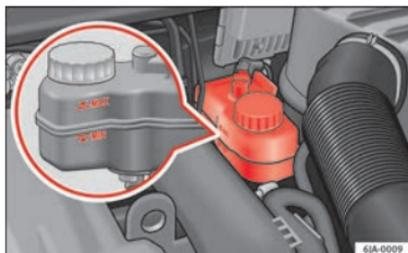

Fig. 209 Vano motore: serbatoio del liquido dei freni.
- Controllare il livello del liquido di raffreddamento nel serbatoio »» fig. 209. Il livello del liquido deve trovarsi tra le scritte "MIN" e "MAX".